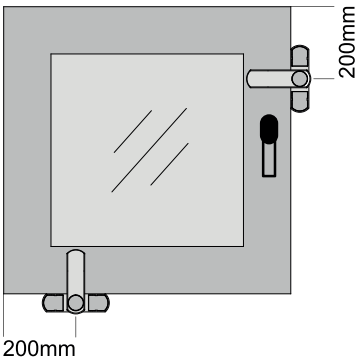

Abbildung 2: Empfohlene Montageposition
- 1 Schließen Sie das Fenster oder die Fenstertür und ermitteln Sie die Montageposition (siehe dazu Abbildung 2).